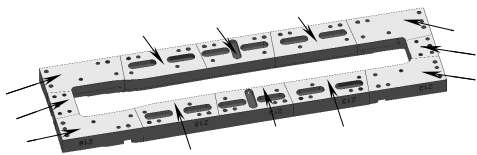
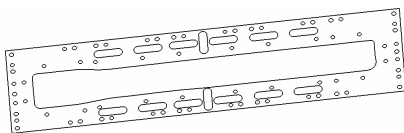

图 8-68 选择压边圈底平面
图 8-69 模型边界
(1) 创建边界 按住键盘下的<Shift>键，在绘图区选择图 8-68 中箭头所指的 12 张底平面。
在 PowerMILL 资源管理器中，右击“边界”树枝，在弹出的快捷菜单条中执行“定义边界”→“用户定义”，打开用户定义边界表格，在该表格中单击“模型”按钮，将图 8-68 中所选曲面的轮廓线转换为边界线，边界名称为 1，如图 8-69 所示。单击“接受”按钮关闭“用户定义边界”表格。
接下来删除图 8-69 所示模型边界中不需要的线条。